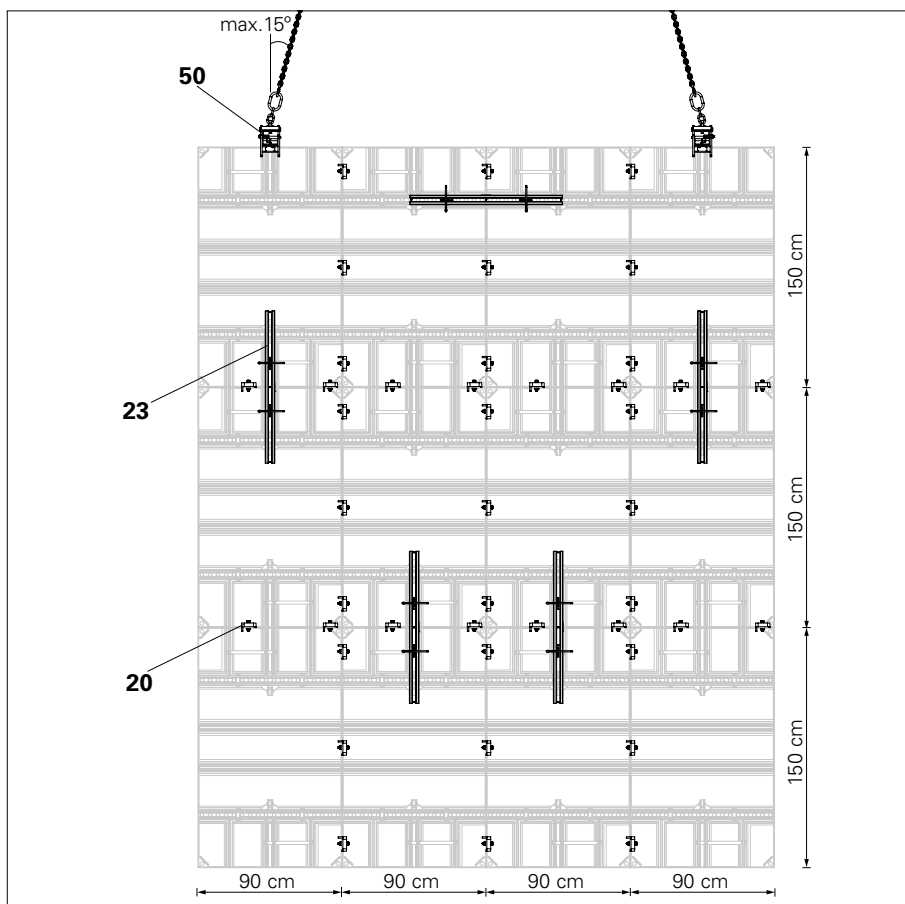

Fig. B6.03
Altezza raffigurata = 450 cm (Fig. B6.03)
Collegare i telai per mezzo di clip a cuneo HSA (20) e traverso di compensazione HSA 95 (23). (Fig. B6.03)